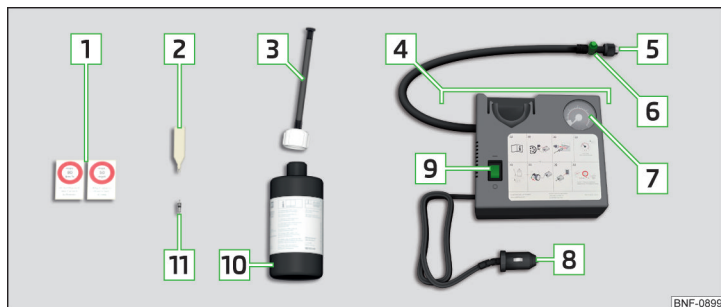

Fig. 156 Descrierea setului de pană
- Aplicați cheia de ventil **2** » **fig. 156 la pagina 134** pe inserția ventilului, astfel încât aceasta să se potrivească în fanta cheii.
- Înșurubați bine furtunul de umplere **5** » **fig. 156 la pagina 134** pe ventil. ▶
- › Lipiți autocolantul corespunzător **1** » **fig. 156 la pagina 134** pe planșa de bord, în câmpul vizual al șoferului.